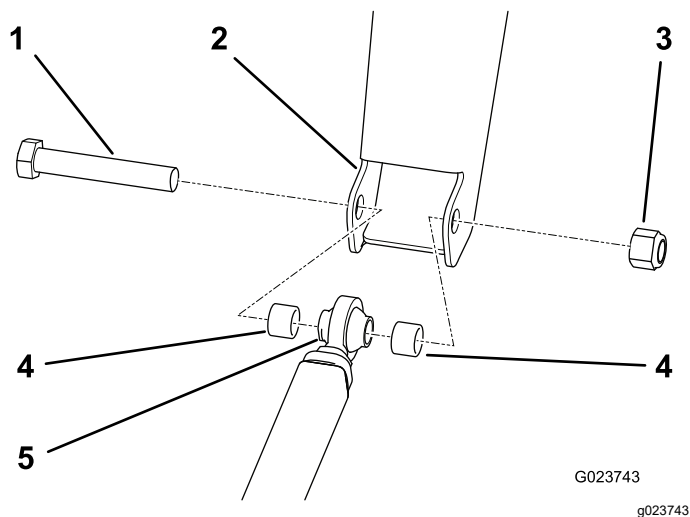

Figure 13
1. Alignez le côté tige de la barre d'attelage sur le cadre d'attelage (Figure 13).